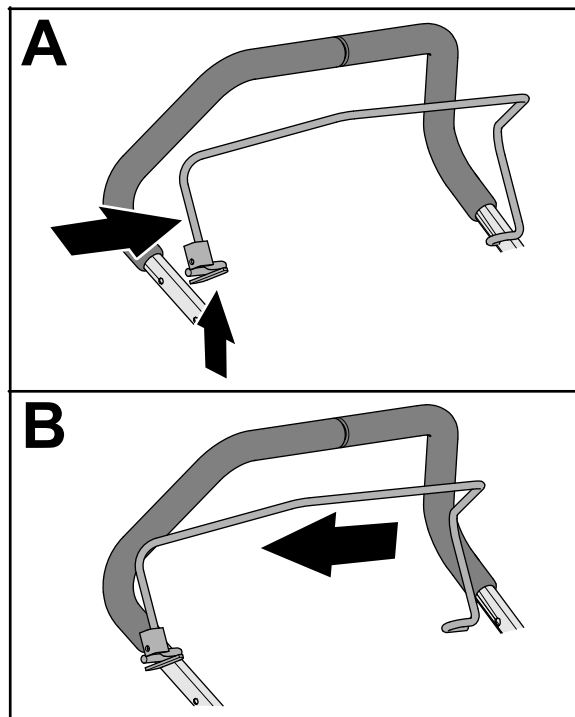

**Figura 9**
1. Insira a união na extremidade da bainha do cabo na tomada superior da união da pega (Figura 9).